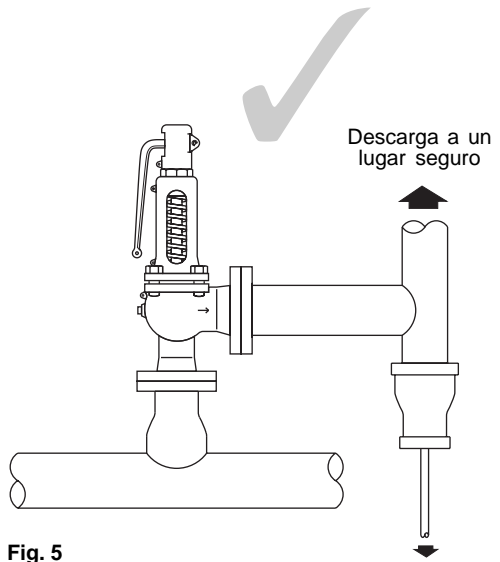

Fig. 5
- 5.8 En aplicaciones en las que la tubería de salida está dirigida hacia arriba, se debe proveer de una purga en el punto más bajo de la tubería de salida (Fig. 5). Esta purga se debe situar en un lugar apropiado, de manera que si se produce cualquier descarga, no provoque ningún tipo de riesgo.